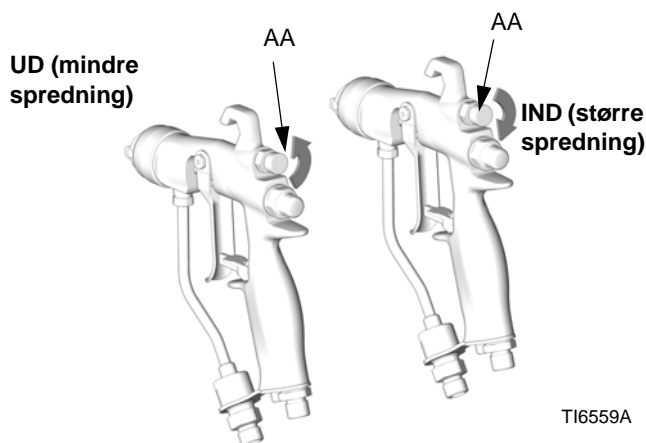

FIG. 5. Mønsterluftknap
1. Se FIG. 5. Luk for luften til justering af spredningen ved at dreje knappen (AA) så langt som muligt med uret (ud). Pistolen er nu indstillet til størst mulig spredning.
3. Se FIG. 5. Hvis der ønskes mindre spredning, drejes ventilknappen til justering af spredningen (AA) mod uret (ud). Hvis spredningen stadig er for stor, øges lufttrykket til pistolen en smule, eller der anvendes en anden dysestørrelse.